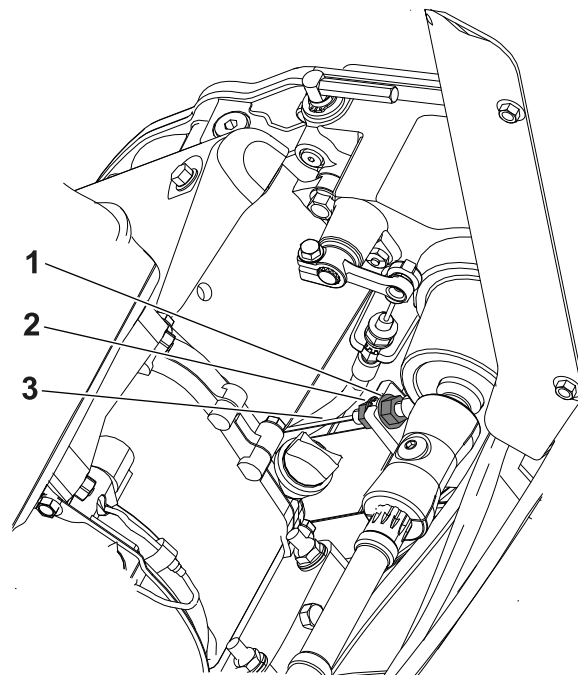

Figura 38
2. Afrouxe a contraporca traseira e aperte a contraporca frontal (**Figura 38**).